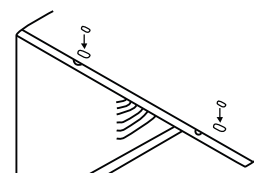

Fig.6
9. Agregue dos insertos de espuma a los agujeros en la parte superior del gabinete donde se quitaron los tornillos de envío (ver Fig.6)
1. Coloque la junta de espuma en el ángulo superior sobre los agujeros como se muestra en la Fig. 6.